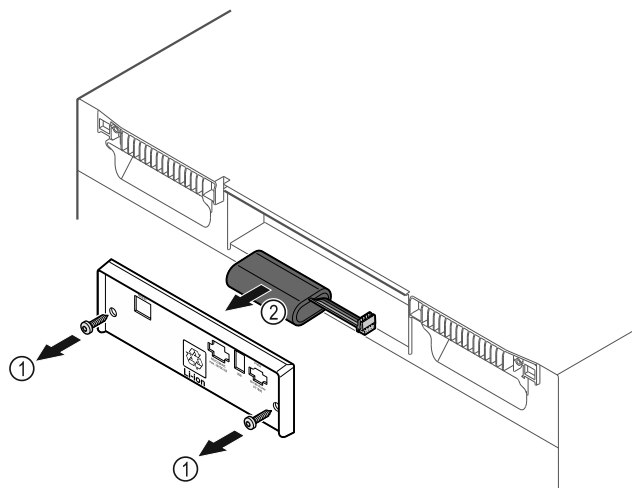

Fig. 184
- Svitare le viti e rimuovere il coperchio sul retro dell'apparecchiatura Fig. 184 (1).
- Scollegare e rimuovere la batteria Fig. 184 (2).